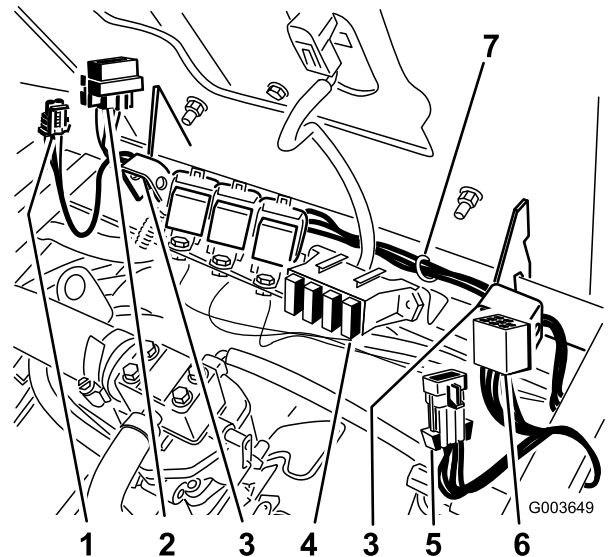

Figure 32
3. Acheminez le faisceau de câblage le long de la charnière du siège à partir de l'interrupteur et jusqu'au relais monté précédemment sur la vanne (Figure 32).
Insérez le fusible dans la fente droite du porte-fusibles (Figure 32).